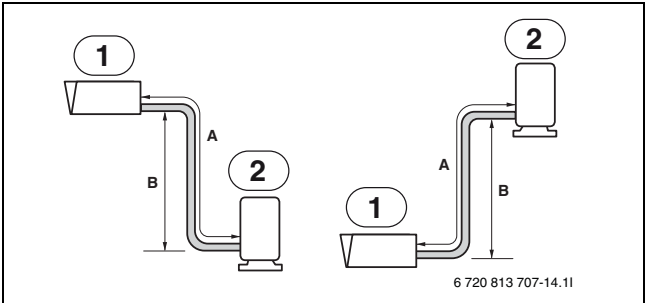

Рис. 15
2. Определение направления прокладки труб: вниз см. (→ рис. 15)